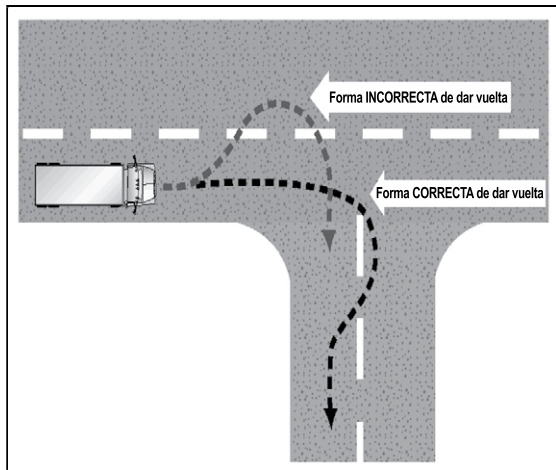

Figura 2.13
- Si para dar vuelta tiene que cruzar el carril del tráfico que viene en sentido contrario, tenga cuidado con los vehículos que vienen hacia usted. Déjeles suficiente espacio para pasar o parar. Sin embargo, no retroceda para que pasen porque podría chocar con algún vehículo que esté atrás. Vea la Figura 2.13.